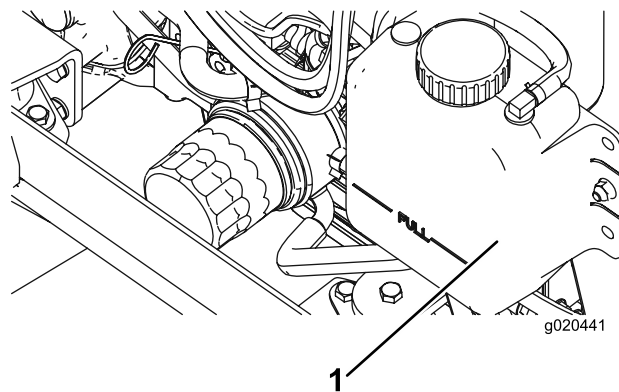

Figure 89
1. Retirez le bouchon du radiateur et le bouchon du vase d'expansion avec précaution (Figure 89).